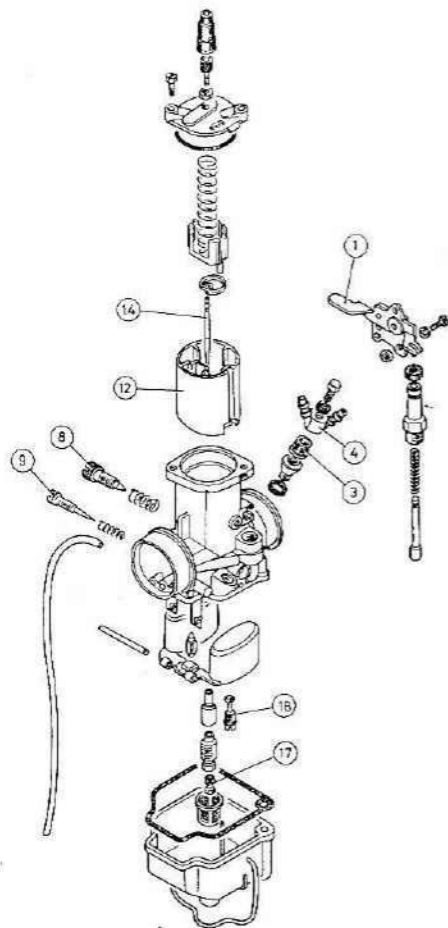

Fig. 11
No obstante, la complejidad de un carburador, a muchos motoristas les interesa conocer sus detalles y particularidades. Para éstos incluimos su dibujo desglosado (Fig. 11).
1. Ajuste de la marcha lenta (ralenti). La marcha lenta adecuada es aquella que permite rodar a muy pocas revoluciones en primera velocidad. Para ello, graduar el tornillo 8 situado en el lado izquierdo del carburador (Fig. 11). Para aumentar o disminuir la marcha lenta se debe roscar o desenroscar dicho tornillo 8.
Para graduar la mezcla se dispone del regulador del aire 9 (Fig. 11), situado en el lado izquierdo del carburador. Para determinar la posición del regulador del aire, poner el motor en marcha lenta, roscar el regulador hasta el fondo y luego desenroscar $\frac{3}{4}$ de vuelta. Si el motor no soporta bien esta graduación, roscar el regulador hasta que el motor tienda a pararse por mezcla demasiado rica. En este momento desenroscar el regulador hasta que el motor tienda a pararse por mezcla demasiado pobre. La graduación más adecuada será la media entre ambas graduaciones.
Cependant, malgré la complexité en général d'un carburateur, beaucoup de motocyclistes désirent en connaître les détails et particularités. Pour cette raison, nous incluons une vue éclatée (Fig. 11).
1. **Réglage du ralenti.** Le ralenti correct est celui qui permet de rouler en première à peu de tours-minuts. Pour l'obtenir agir sur la vis 8 situé sur le côté gauche du carburateur (Fig. 11). Pour augmenter ou diminuer le ralenti, visser ou dévisser cette vis 8.
Pour régler le mélange, on dispose du régulateur d'air 9 (Fig. 11) situé sur le côté gauche du carburateur. Pour déterminer la position adéquate du régulateur d'air, mettre le moteur à bas régime, visser à fond le régulateur, puis dévisser de trois quarts de tour. Si le moteur ne supporte pas bien ce réglage, visser le régulateur jusqu'à ce que le moteur ait tendance à s'arrêter parce que le mélange est ce que le moteur ait tendance à s'arrêter parce que le trop riche. A ce moment-là, dévisser le régulateur jusqu'à mélange est trop pauvre. Le réglage le plus adéquat sera celui qui est à mi-course entre ces deux réglages.
Although a carbureter is quite complicated, many riders want, to know more about its peculiarities and details, and for them we include an exploded view (Fig. 11).
1. **Adjusting the idle.** A proper idle allows to run at low r.p.m. in first gear. To obtain this condition, adjust idle screw 8 located on the left side of carbureter (Fig. 11).
To adjust the mixture at idle, use the air screw 9 (Fig. 11) located on the left side of carbureter. To set the air screw, let the engine run at idle, rotate the screw CW until its bottom, and then back it off 3/4 of a turn. If the engine does not idle well at this setting, rotate the air screw CW until the engine dies because the mixture is too rich. Back off the screw until the engine dies because the mixture is too lean. The best setting will be the half distance between both settings.